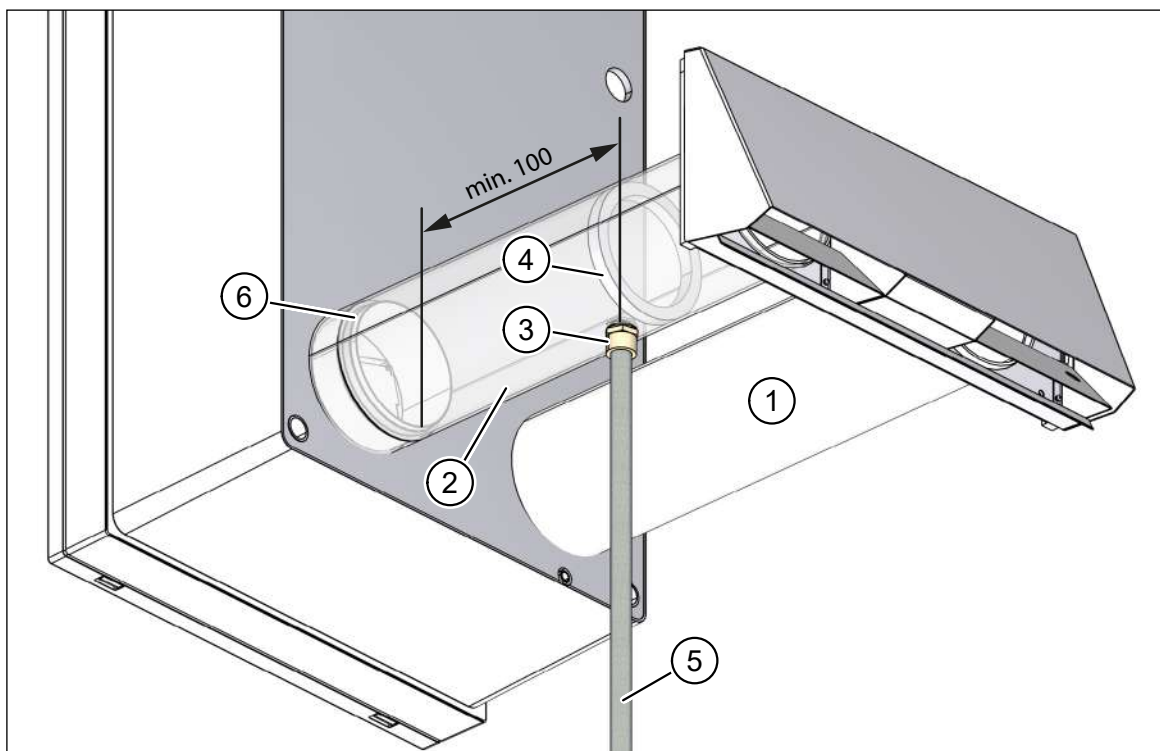

Fig. 63: Scarico della condensa sul tubo dell'aria espulsa, misura in millimetri
- Tubo dell'aria esterna, DN 100, 0,5 m (pos. 1 nella Fig. 63)
- Tubo dell'aria espulsa, DN 100, 0,5 m (pos. 2 nella Fig. 63), con filettatura esterna da 1/2" (pos. 3 nella Fig. 63) e barriera (pos. 4 nella Fig. 63) per trattenere la condensa.
- Nelle regioni fredde, proteggere dal gelo il tubo di scarico della condensa (pos. 5 nella Fig. 63), ad es. posandolo dietro l'isolamento della facciata.
- Rispettare la distanza minima di 100 mm fra tubo di scarico della condensa (pos. 5 nella Fig. 63) e bocchettone dell'aria espulsa (pos. 6 nella Fig. 63).